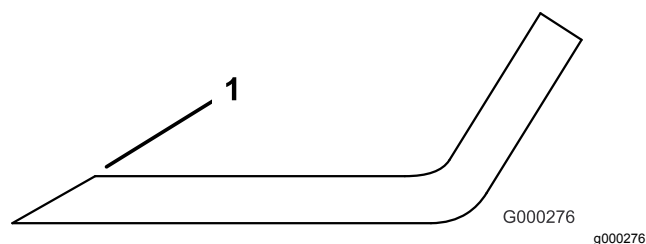

Figura 116
3. Inspeção as extremidades de corte de todas as lâminas e afie-as se apresentarem sinais de desgaste ou ranhuras (Figura 116).
Nota: Afie apenas a zona superior da parte cortante e mantenha o ângulo de corte original para garantir um desempenho eficaz da lâmina (Figura 116). A lâmina manterá o equilíbrio se for retirada a mesma quantidade de metal de ambas as extremidades de corte.